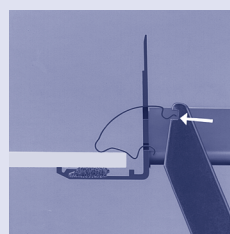

Fig. 5
- Fig. 5 Gitter in die Kanalausparung einführen und **Spiel zwischen Gitterrahmen und Aussparung gleichmässig verteilen**. Die Befestigungsfedern mit unserem Montagewerkzeug von vorne in den Rahmen drücken, bis sie einklinken.